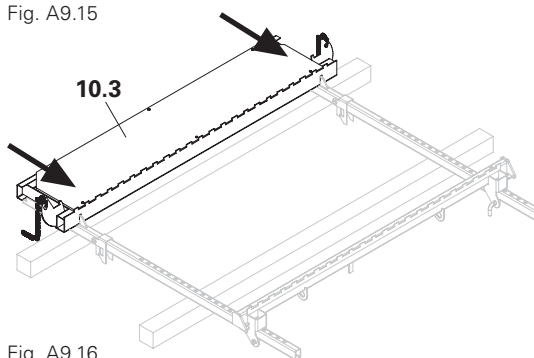

Fig. A9.16
3. Agganciare il telaio della piattaforma (10.3) nei ganci delle travi longitudinali. (Fig. A9.16)